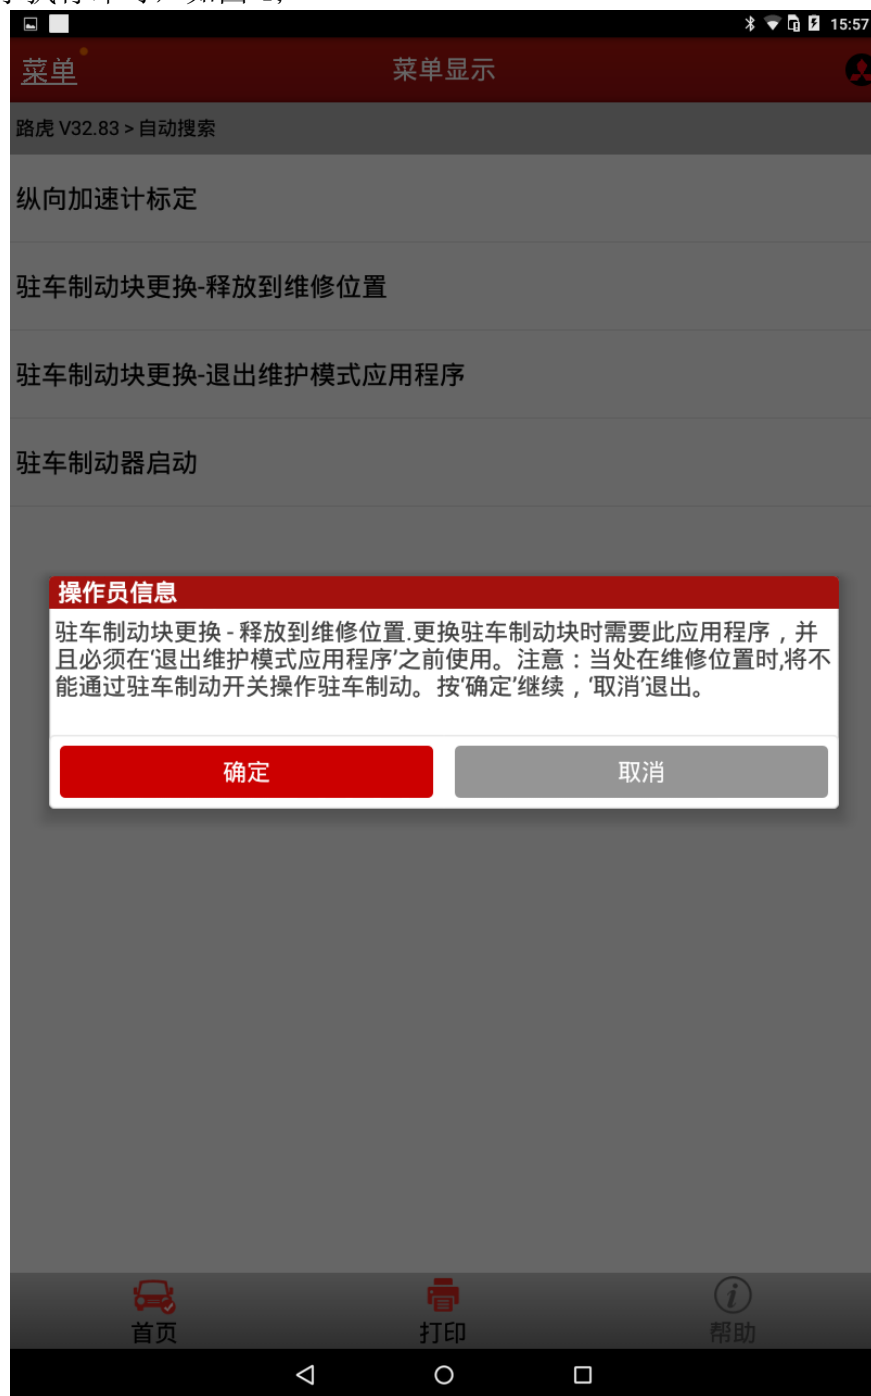

图 4
- I). 提示做此功能的一些注意事项、条件等信息，如：发动机运行，汽车放于平坦位置等，按照提示执行即可，如图 4；